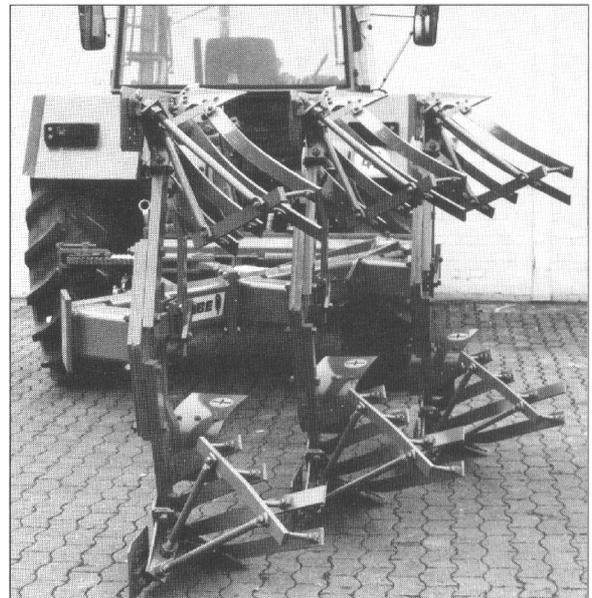

Fig. 3
b. Procedere fuori solco (Fig. 3+5; tipo N)